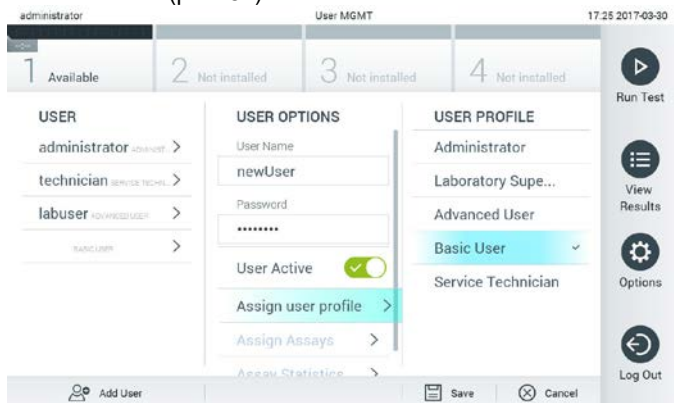

Рис. 57. Назначение профиля для нового пользователя.
4. Нажмите **Assign User Profile** (Назначить профиль пользователя) и назначьте надлежащий профиль (из списка в правой части области содержимого) для нового пользователя (рис. 57).